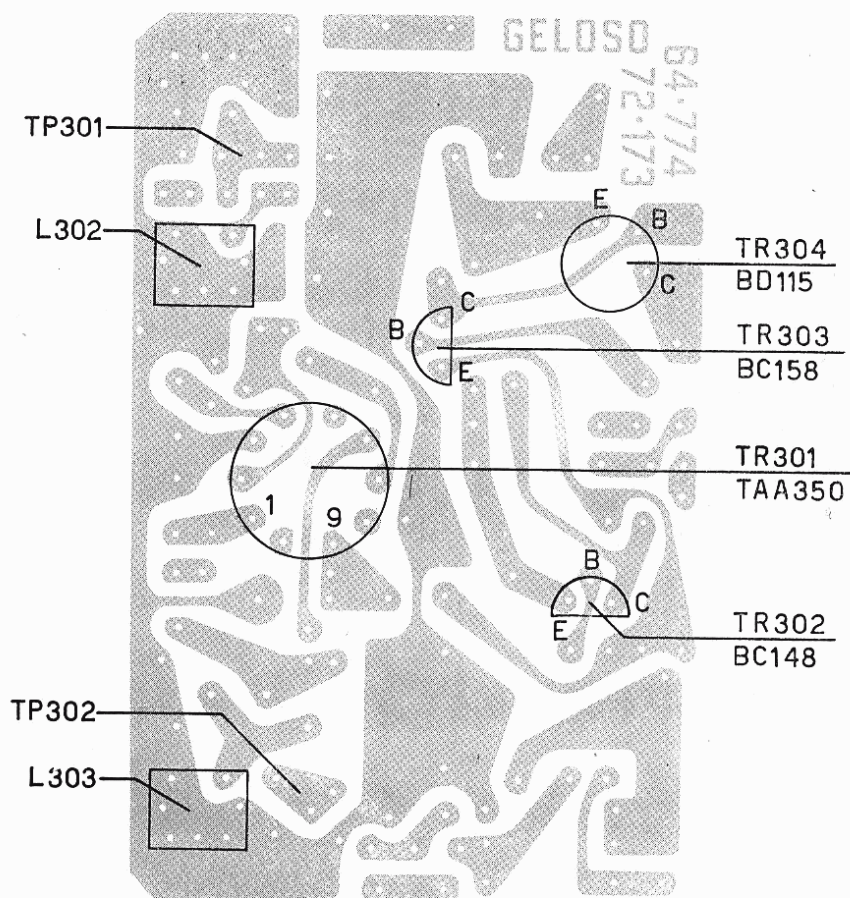

Fig. 9 - Placina suono vista lato rame.
a) Utilizzando la nota fissa che trasmette la stazione RAI in presenza del monoscopio; collegando un millivoltmetro ai capi dell'altoparlante si regola la bobina L 303 per la massima uscita e la L 302 per il minimo rumore di fondo (fig. 9).
il segnale di ingresso deve essere circa di $100 \mu V$, con deviazio 225 KHz. (fig. 9).